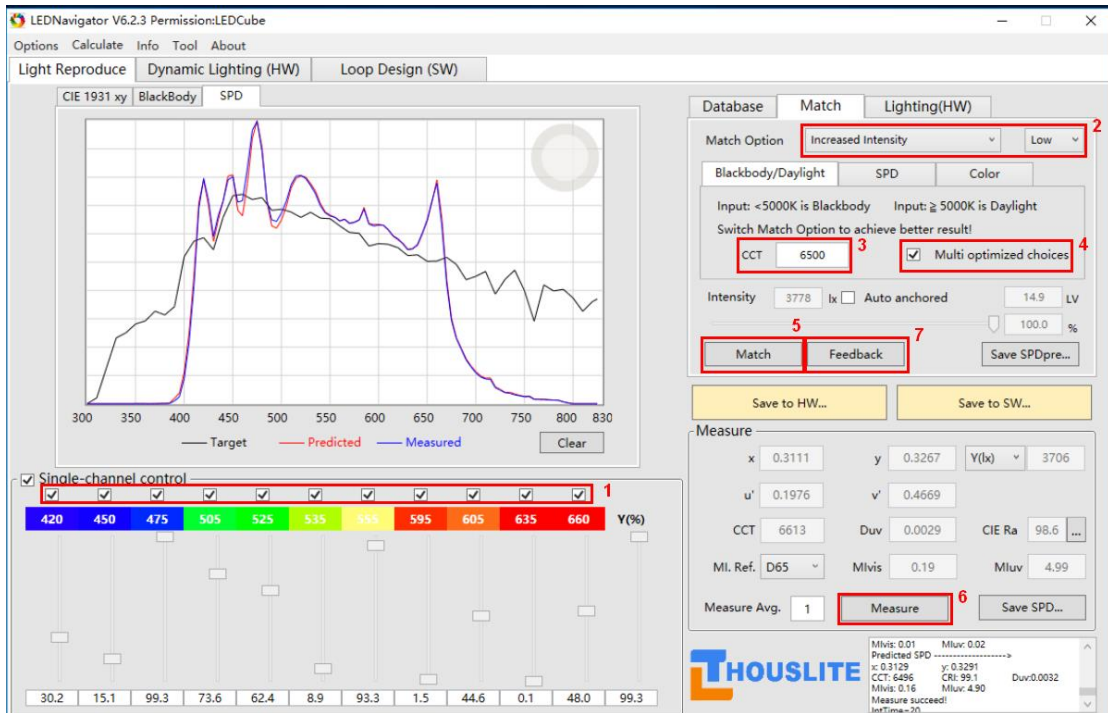
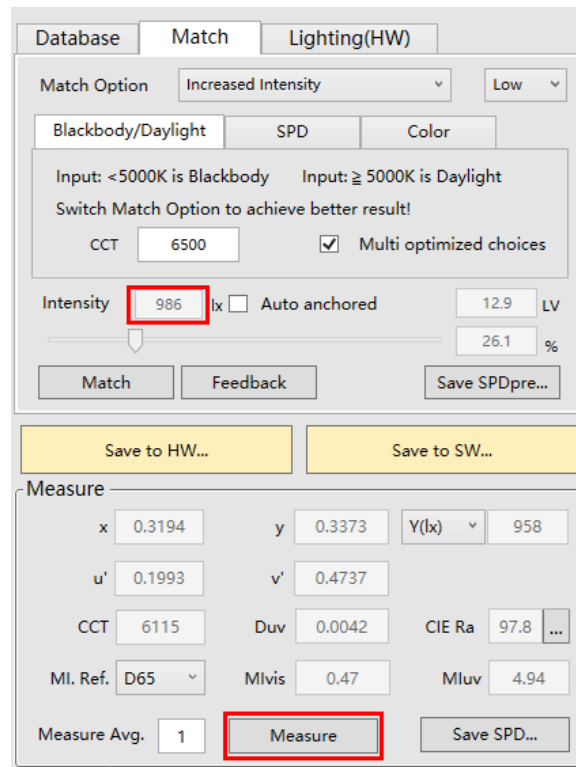

图 6.6. 基于手动调节亮度配光
图 6.7. 第一次调节亮度后的实测结果
设计目标为 CIE D65、照度为 1000lux，举例说明基于手动调节照度进行配光，步骤详见图 6.6:
- 6) 点击 *Measure*，测量结果见图 6.6，色温为 6613K，显色指数 98.6，照度 3706lx；调节亮度 bar 将预测照度调节至 986lx，并点击 *Measure* 测得色温为 6115K，显色指数 97.8，照度为 958lx，见图 6.7;